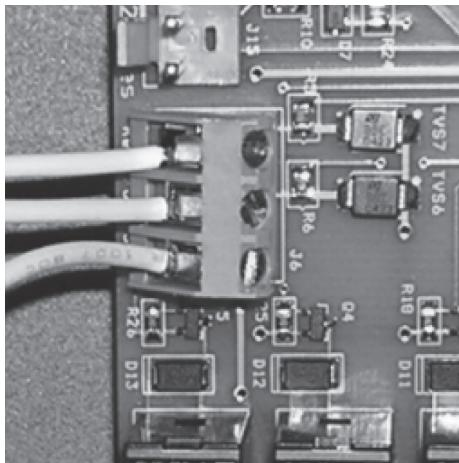

Figura 11A. Conexión remota de Piscina-Apagado-Spa (Conexión de 3 cables)
- Conecte el cableado desde el sistema de control de la piscina/spa al terminal remoto de la bomba de calor (vea la Figura 11a).